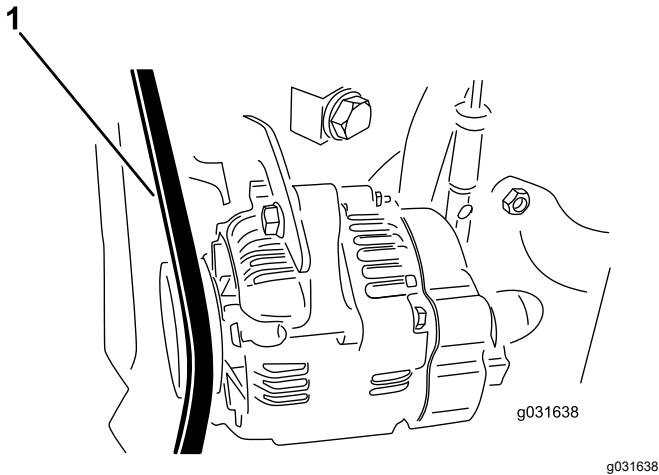

图 58
- 2. 向交流发电机皮带的两个皮带轮中间位置施加 30N 的力量图 58。